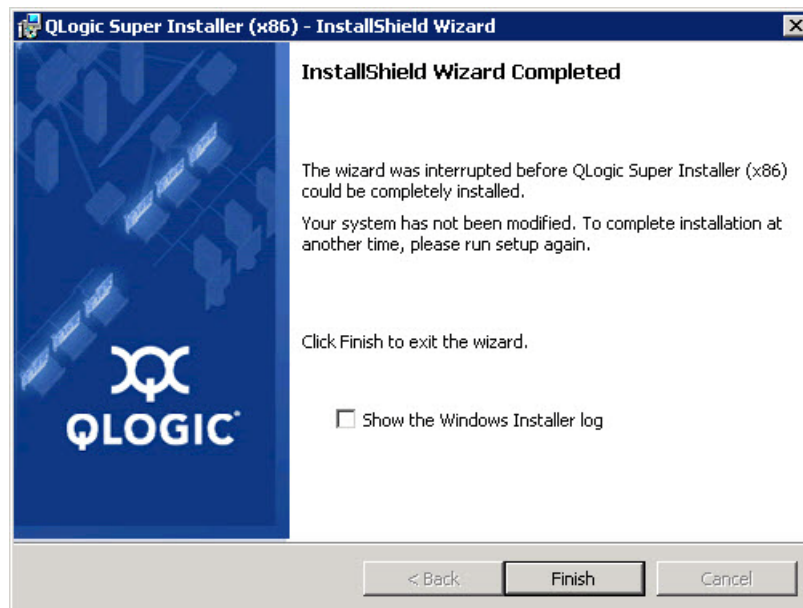

Figure 2-7. Assistant InstallShield : Fenêtre Terminé
8. Une fois l'installation terminée, la fenêtre Assistant InstallShield terminé apparaît (Figure 2-7). Cliquez sur **Finish** (Terminer) pour fermer le programme d'installation.